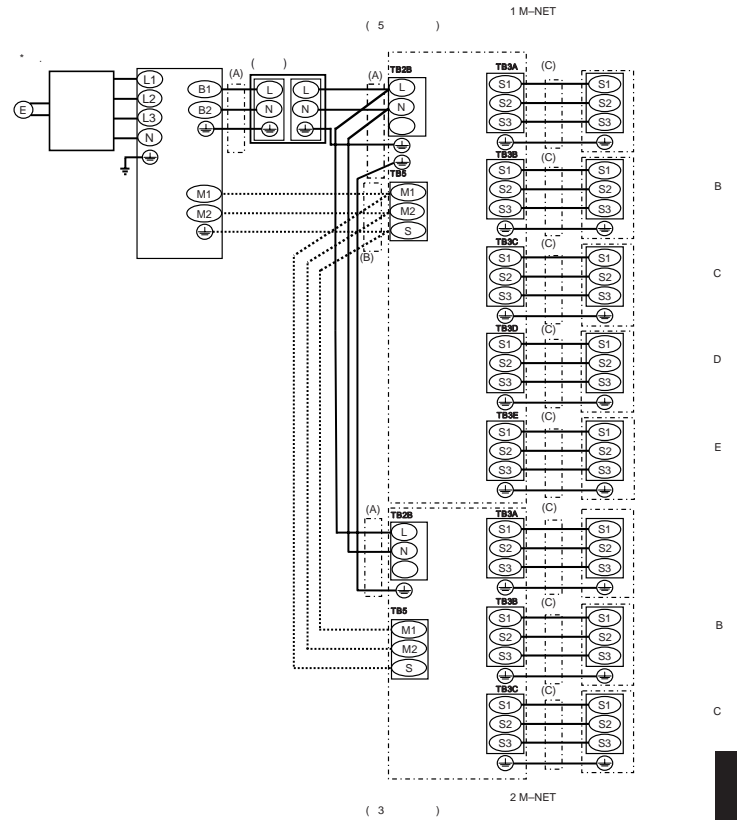
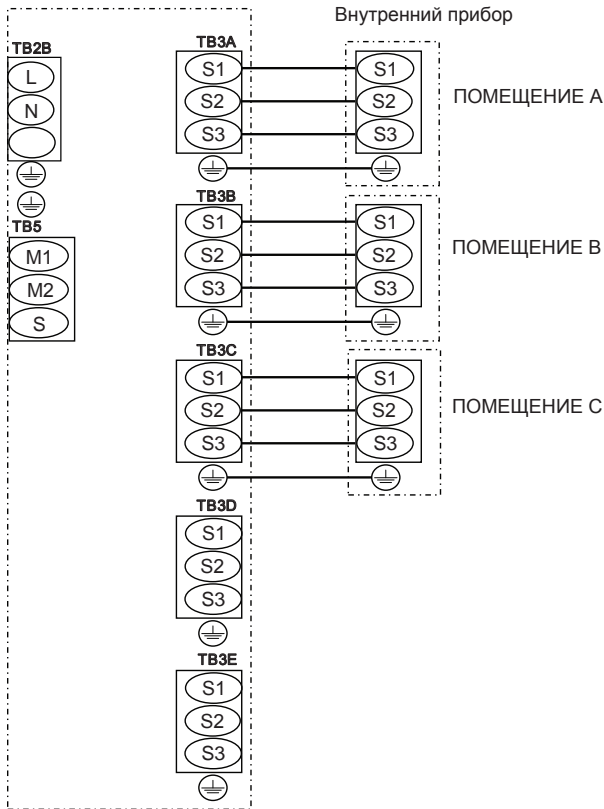

Fig. 8-8
Fig. 8-9
3. Надежно закрепите каждый провод к соответствующей клеммной колодке. (Fig. 8-8)
8.2. Порядок монтажа наружной проводки (Fig. 8-8, Fig 8-9)